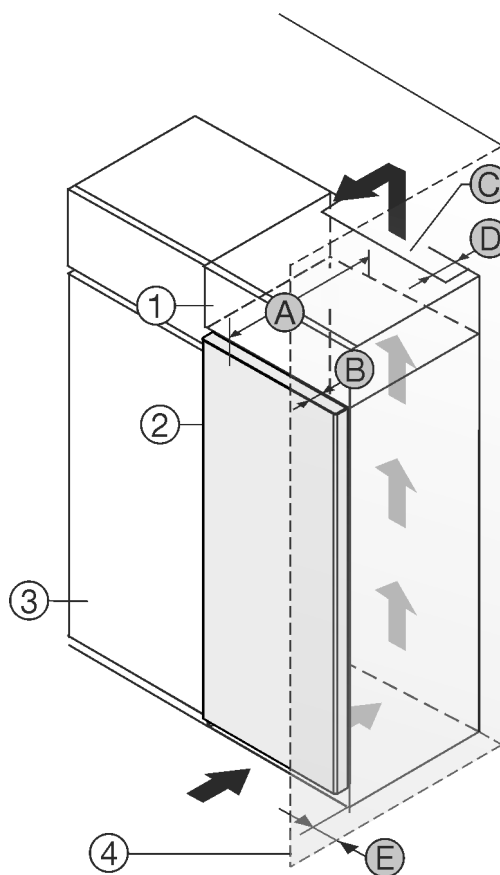

Fig. 1
- (1) Шкаф-пристройка*
- (2) Уред*
- (3) Кухненски шкаф*
- (4) Стена*
- (A) Дълбочина на уреда*
- (B) Дълбочина на вратата*
- (C) Вентилационно напречно сечение*
- (D) Разстояние до гърба на уреда*
- (E) Разстояние до страната на уреда*
Можете да поставите уреда непосредствено до кухненския шкаф Fig. 1 (3).*
От задната страна на шкафа-пристройка трябва да има вентилационен отвор с дълбочина Fig. 1 (D) по цялата ширина на шкафа-пристройка.*
Под тавана на помещението трябва да е спазено сечението за вентилация Fig. 1 (C).*
Когато уредът се поставя с пантите до стена *Fig. 1 (4)*, разстоянието между уреда и стената трябва да е поне 13 mm.*
Когато уредът се поставя с пантите до стена *Fig. 1 (4)*, разстоянието между уреда и стената трябва да е поне 20 mm.*
За да можете да отворите вратата изцяло, уредът трябва да е издаден с дълбочината на вратата *Fig. 1 (B)* спрямо челото на кухненския шкаф. В зависимост от дълбочината на кухненските шкафове *Fig. 1 (3)* и използването на детайли за отстояние от стената, уредът може да излезе още по-напред.*